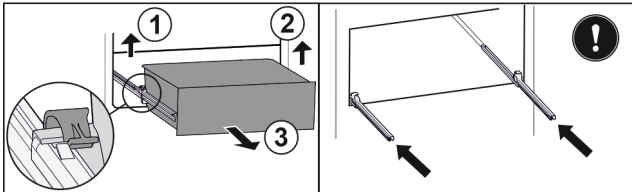

Fig. 64
- ▶ Sollevare il morsetto sinistro e allo stesso tempo tirare in avanti il cassetto sinistro. Fig. 64 (1)
- ▶ Sollevare il morsetto destro e allo stesso tempo tirare in avanti il cassetto destro. Fig. 64 (2)
- ▶ Rimuovere il cassetto tirandolo in avanti. Fig. 64 (3)